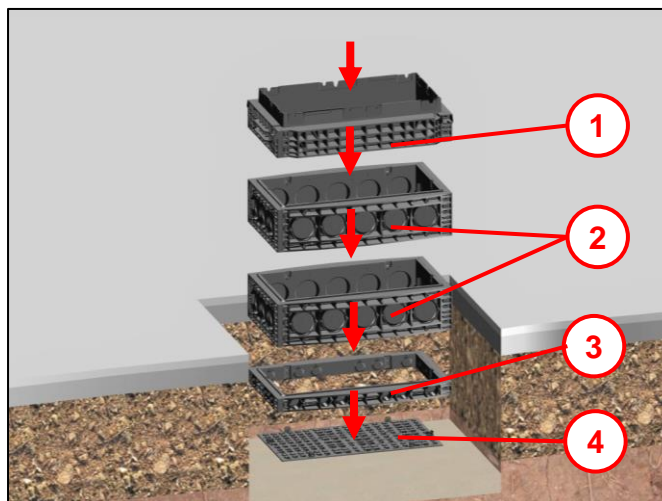
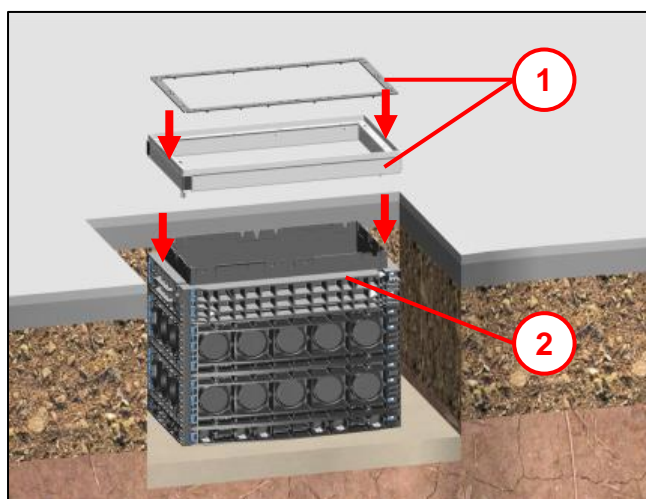

Fig. 14
Fig. 16
- Placer la chambre complète sur la semelle ou, selon la version fournie, assembler les différents éléments du corps de la chambre (voir Fig. 14 - Fig. 16).